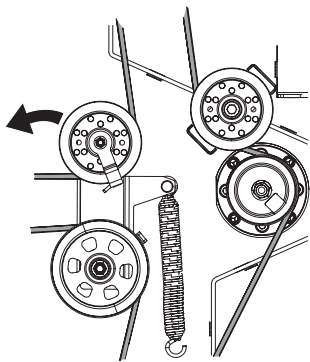

Figure 54
9. Tirez le côté droit de la courroie et placez le côté plus étroit en forme de « V » de la courroie de la prise de force dans la poulie de la prise de force. Voir Figure 54.